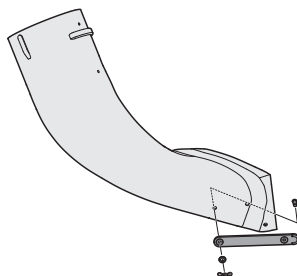

Figura 20
- Instale la correa de caucho del vertedero (723-04008A) en el codo del vertedero de descarga usando el pasador de horquilla (711-05063), la arandela (736-0204) y el pasador de chaveta de la corbata de proa (714-04040) del paquete de herramientas 689-02201. Ver Figura 20.